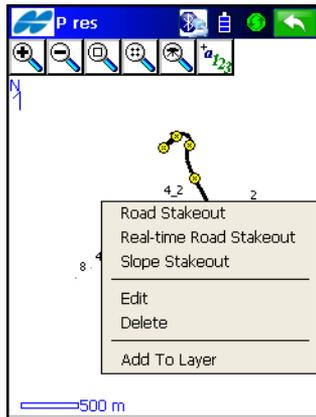

Abbildung 7-28. Bearbeiten auf der Karte
1. Auf der Karte müssen Sie dazu die gewünschte Trasse markieren (antippen). Halten Sie den Stift anschließend auf der markierten Trasse, bis ein Kontextmenü geöffnet wird (Abbildung 7-28).